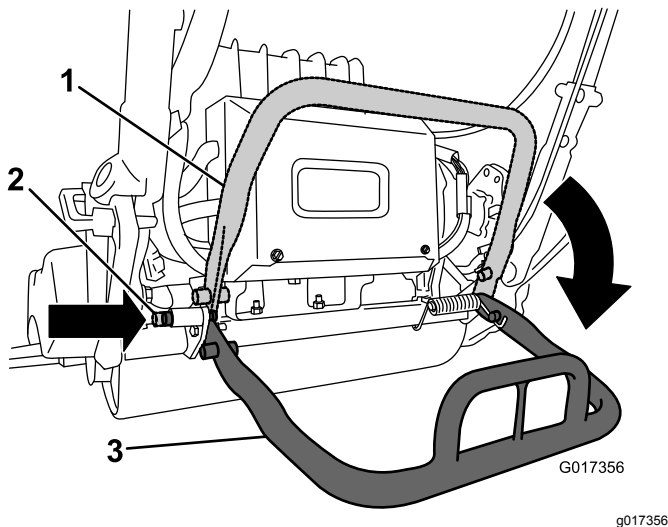

Figure 6
2. Abaissez la béquille et appuyez sur la goupille de verrouillage pour bloquer la béquille en position d'ENTRETIEN (Figure 6). Appuyez la machine sur la béquille bloquée.